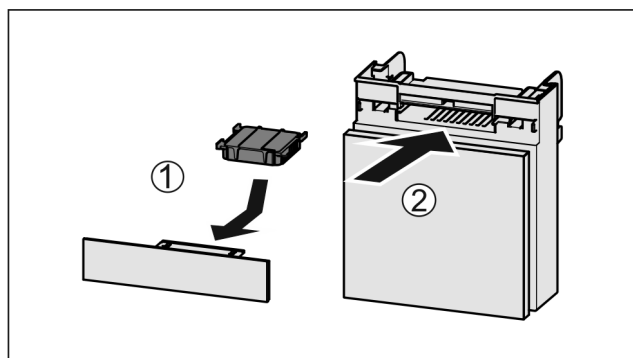

Fig. 60
- Actiefkoolfilter overeenkomstig afbeelding aanbrengen Fig. 60 (1).
- Lade erin schuiven Fig. 60 (2).